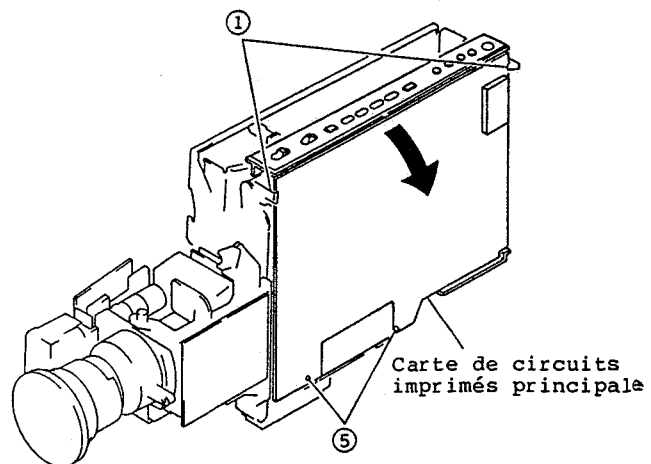
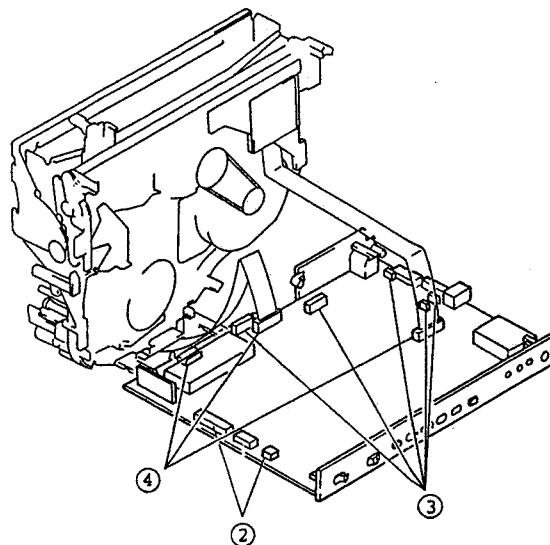

Fig. 2-9
Fig. 2-10
1. Libérer les deux (2) segments de fixation et écarter la carte de circuits imprimés principale en agissant dans la direction indiquée par la flèche. (Se reporter à la figure 2-9).
2. Débrancher les deux (2) connecteurs (CN905, CN910) immobilisant la section caméra vidéo et la section magnétoscope. (Se reporter à la figure 2-10)
3. Débrancher les cinq (5) connecteurs (CN402, CN403, CN602, CN904, CN912).
4. Débrancher les trois (3) câbles-ruban (CN201, CN601, CN903).
5. Libérer les deux (2) segments de fixation immobilisant la carte à circuits imprimés principale. (Se reporter à la figure 2-9)